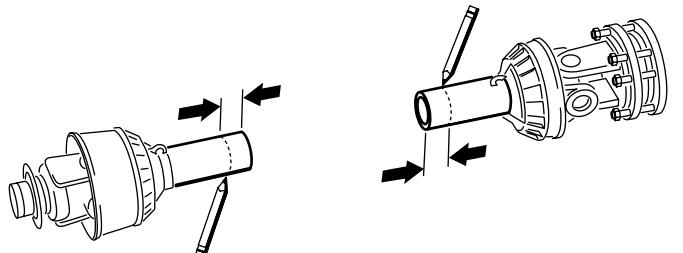
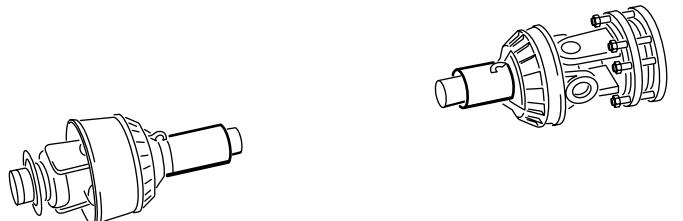

Figure 20
Figure 21
14. En vous aidant des dimensions déterminées à l'opération 11, repérez, marquez et coupez les enveloppes de sécurité seulement pour exposer les tubes (Figure 20 et Figure 21).